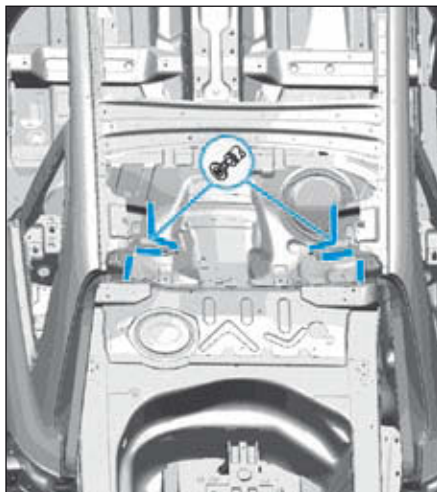

FIG.105
- Retirer les morceaux des tôles restant (Fig.105).